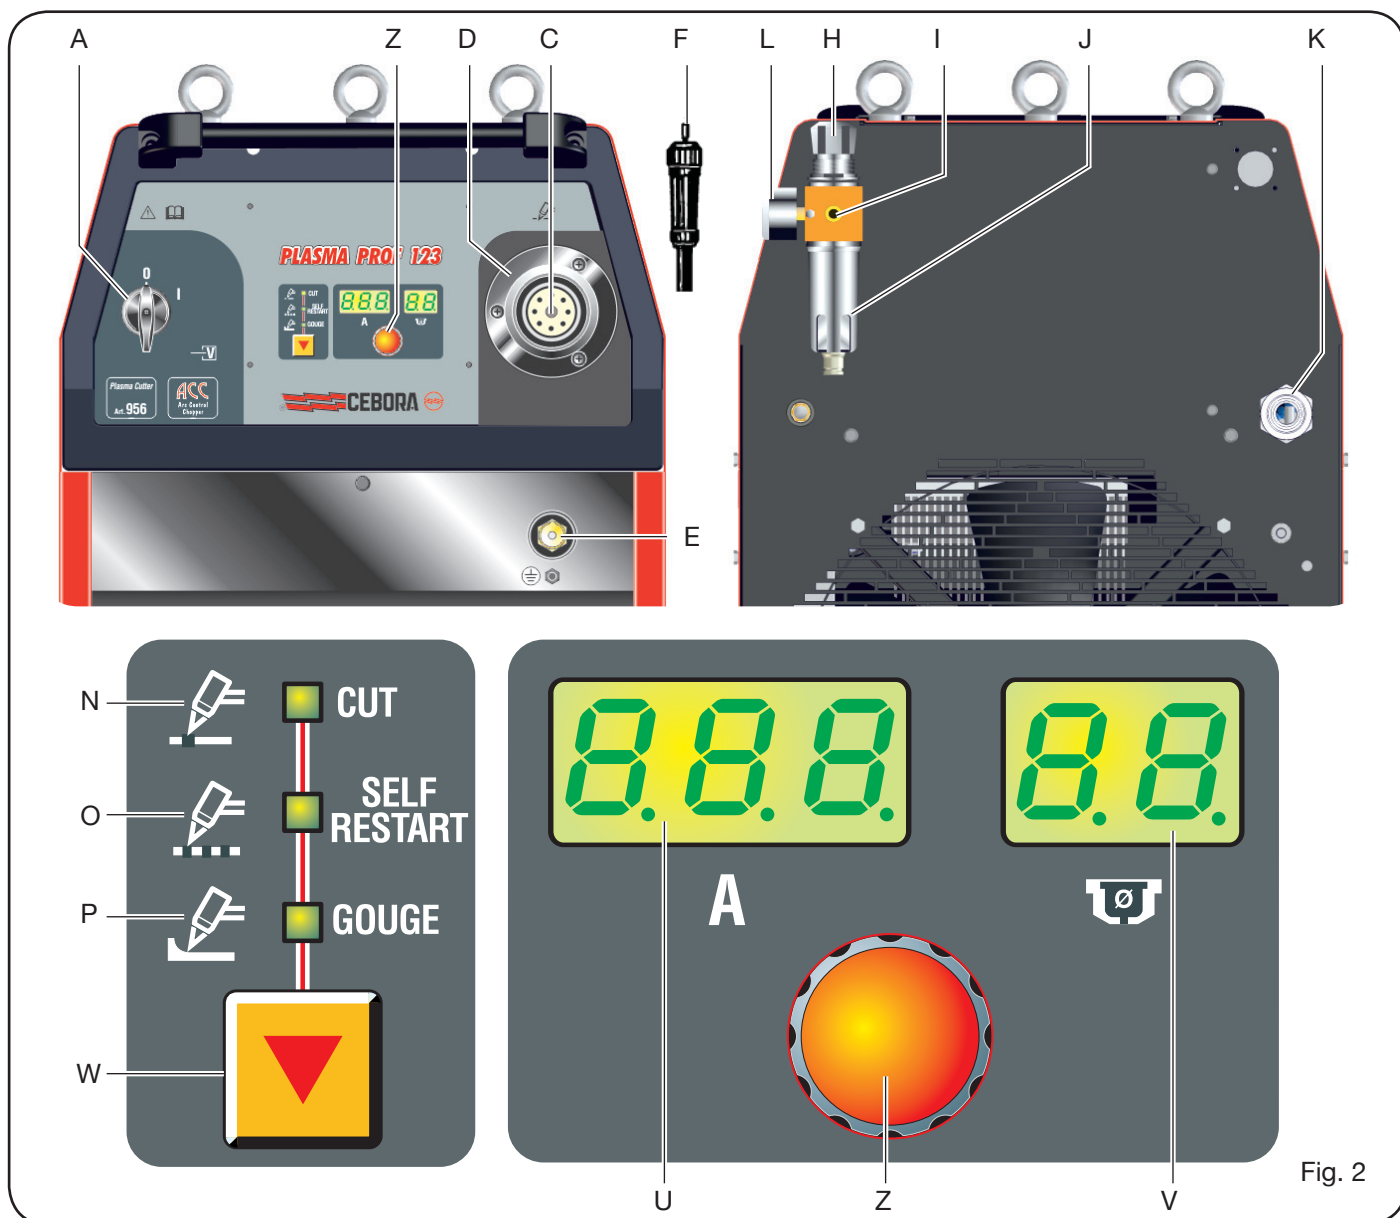

Fig. 2
2.2 DESCRIÇÃO DO APARELHO (fig. 2)
tamente a máquina da rede eléctrica, depois de ter posto o interruptor **A** em “O” (fig. 2).